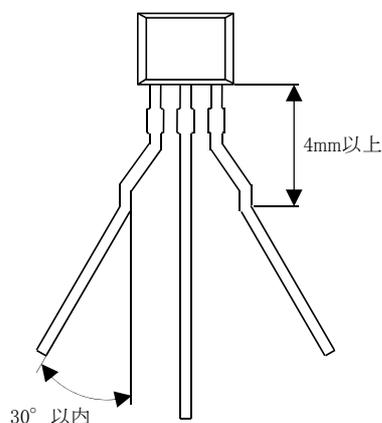

図 1. リードを横方向に曲げる場合
- (1) 電極リードへのストレスが加わらないような専用治具を御用意いただくか、あるいは先の細長いラジオペンチ 2 本を用意し、1 本のラジオペンチでリード上の折り曲げ点とトランジスタ本体との間のリード部分をはさみ、もう 1 本のラジオペンチで、残りのリードをはさんで折り曲げてください。
- (2) リードを横方向に曲げるときは、図 1 のようにリードの細い部分か、又はトランジスタ本体から少なくとも 4mm 以上離れた点で折り曲げ、その角度は  $30^\circ$  以下にして下さい。